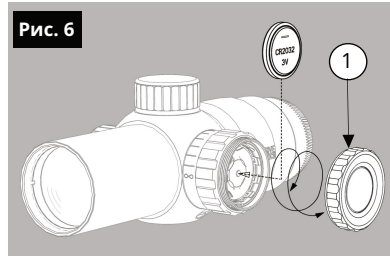

Рис. 6
- Отвинтите крышку батарейного отсека (Рис. 6, поз. 1).